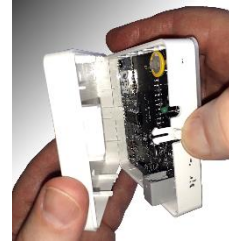

Abb. 7
Schritt 1 Drücken Sie den Entriegelungsknopf an der Seite des Controller-Gehäuses und ziehen Sie das Gehäuse (siehe Abb. 7).